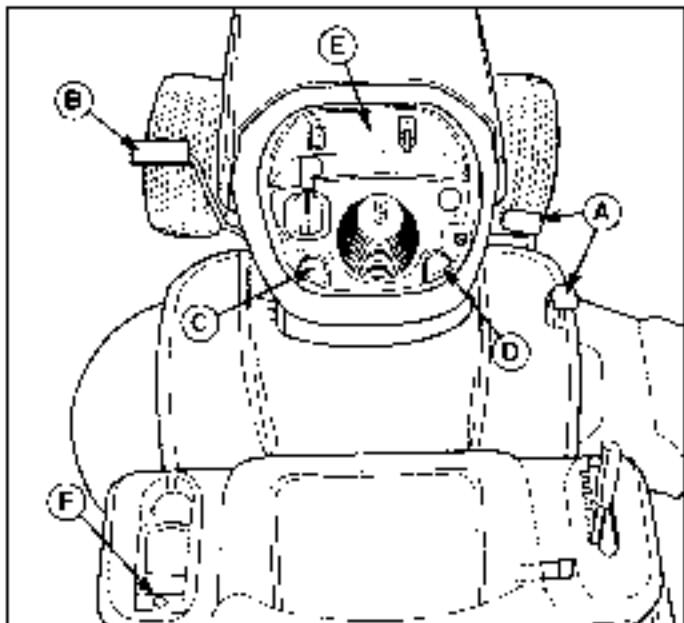

Figura 3. Accionamiento del freno de estacionamiento
Activación del freno de estacionamiento: Consulte la Figura 3. Para colocar el freno de estacionamiento, suelte los pedales del acelerador (A), presione por completo el pedal del freno (B), levante la perilla del freno de estacionamiento (C) y luego suelte el pedal del freno.
Soltar el freno de estacionamiento: Consulte la Figura 3. Para soltar el freno de estacionamiento presione el pedal del freno (B).
1. Levante la perilla de control de crucero (D, Figura 3).
2. Presione el pedal del acelerador (A).
3. Levante la perilla de control de crucero (D) cuando alcance la velocidad deseada. El control de crucero se fijará en una de sus cinco posiciones.
1. presione el pedal del freno (B, Figura 3).
2. presione el pedal del acelerador (A)